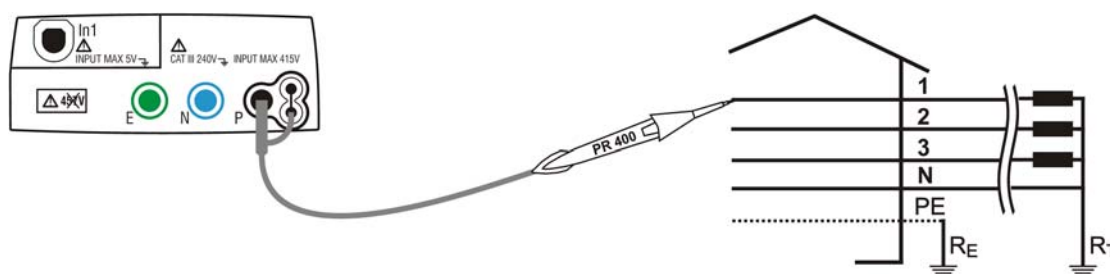
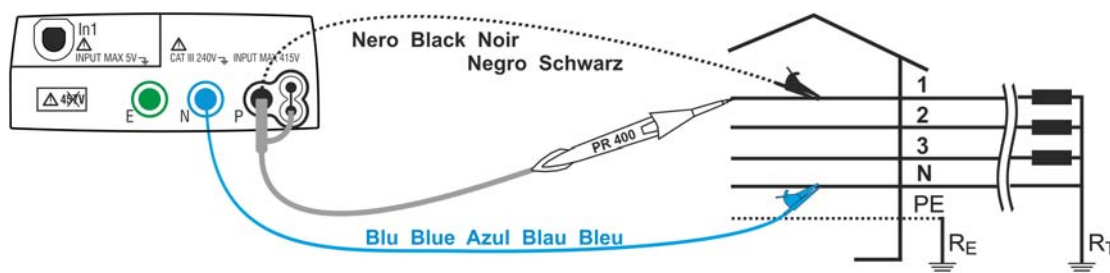

Fig. 24: Verifica del senso ciclico delle fasi ad un terminale, connessione fase 1
Fig. 25: Verifica del senso ciclico delle fasi a due terminali, connessione fase 1
- Inserire i connettori blu e nero dei cavi singoli nei corrispondenti terminali di ingresso dello strumento N, P. Inserire all'estremità dei cavi rimasta libera i corrispondenti coccodrilli o puntali. Eventualmente utilizzare il puntale remoto inserendone il connettore multipolare nel terminale di ingresso P. Connettere i coccodrilli, puntali od il puntale remoto alla rete elettrica in accordo alle Fig. 24 e Fig. 25.